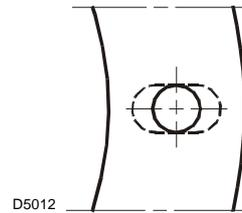

Abb. 8
- Falls erforderlich die Bohrungen der Isolierdichtung (Abb. 8) verbreitern, aber Vorsicht, nicht beschädigen.